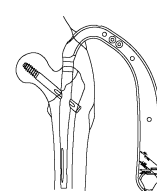

図 18
- 16) ラグスクリュー T レンチ、ガイドピンを取り外します。(図 18)